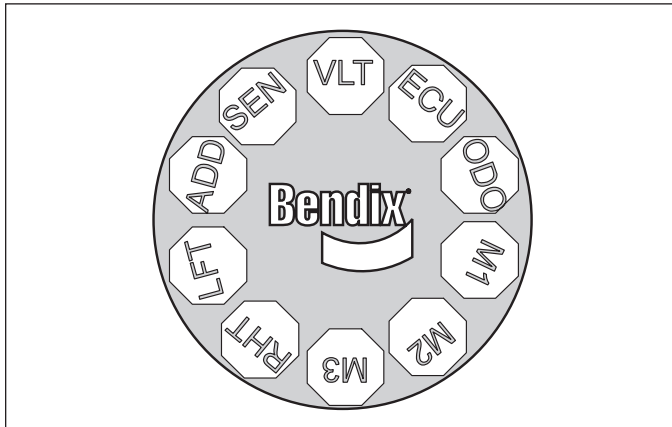

Figure 13 – Affichage de l'outil TRDU™ Bendix®
Si l'ECU d'ABS a au moins un (1) DTC actif, l'outil TRDU affiche le premier DTC en allumant les diodes rouges pour signaler le composant ABS défectueux et son emplacement sur le véhicule. Voir figure 13.